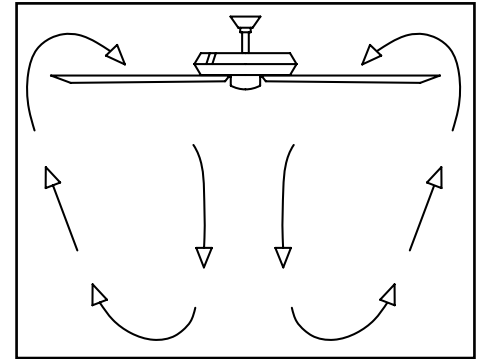

Figura 16
**Clima cálido** - (Hacia adelante) Un flujo de aire hacia abajo surte efecto refrescante, como se muestra en la Figura 16. Esto permite fijar tu aire acondicionado en configuración más alta sin afectar tu comodidad.